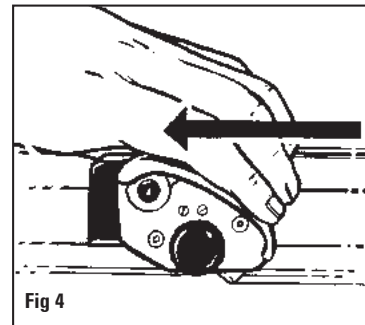

Fig 4
4. Fassen Sie das Klingemagazin wie in Abb. 4 gezeigt und schieben sie den Scheidkopf auf sich zu, bis der Karton vollständig geschnitten ist.
4. Sosteniendo al sujetador de la cuchilla según se muestra en la Fig 4, tire de la cabeza de corte directamente hacia usted hasta que el tablero de lámina perimétrica esté cortado totalmente.
4. Tenendo il portalamina come illustrato nella Fig. 4, tirare la testa di taglio direttamente verso di sé finché il cartoncino non sia completamente tagliato.